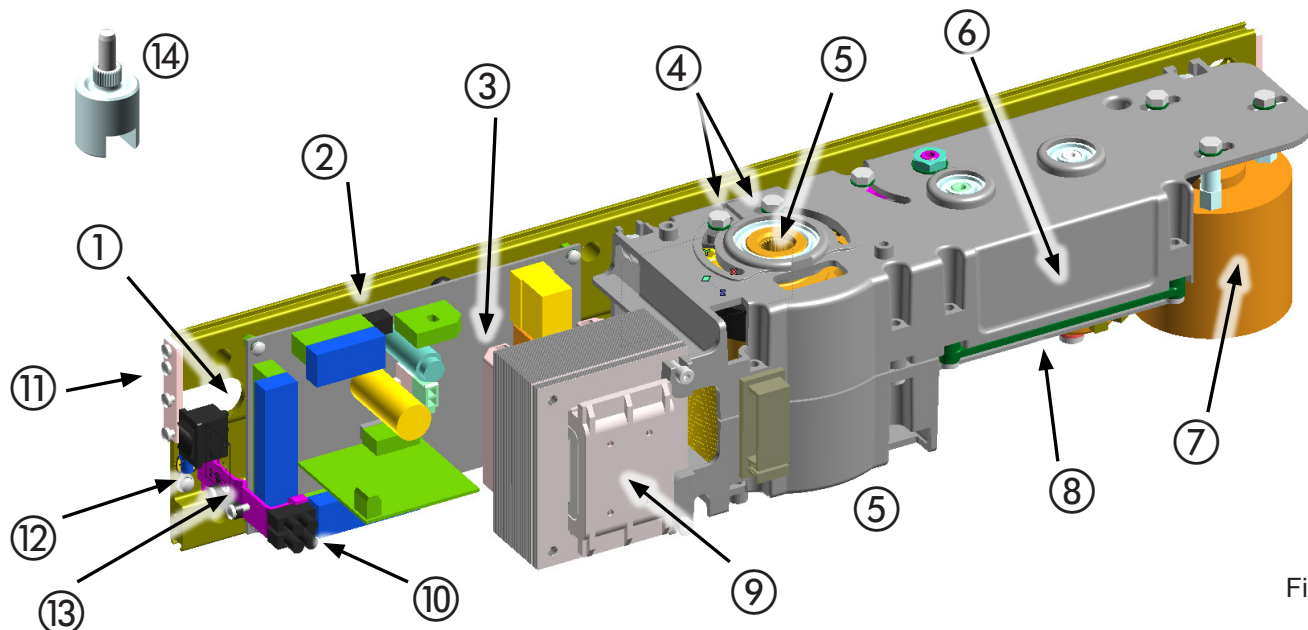

Fig.1
2) Monter les pattes de fixation du carter ( fig.1 réf. ⑪ ) et serrer les vis de fixation. Disposer les vis de fixation du carter, sans les serrer complètement.